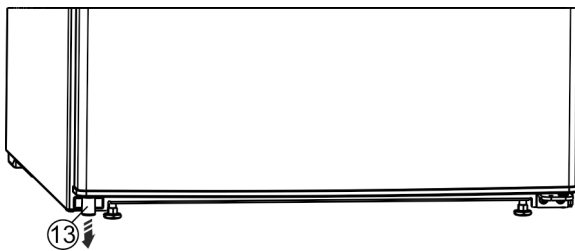

Fig. 13 *
- Demontați distanțierul Fig. 13 (13) din partea inferioară stângă a ușii.*